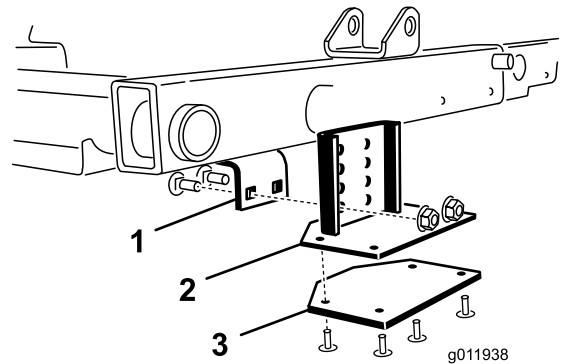

Bild 8
2. Finden Sie die Rahmenhalterung über dem mittleren Mähwerk (Bild 8).
3. Drücken Sie die Frontrolle des mittleren Mähwerks nach unten und ermitteln Sie, welche Löcher in der Kipphalterung mit den Löchern in der Rahmenhalterung ausgefluchtet sein müssen, um denselben Rollenkontakt zu erhalten, wenn die Kipphalterung montiert ist (Bild 8).
4. Senken Sie die Mähwerke ab und befestigen Sie die Kipphalterung mit den zwei Schlossschrauben und den Muttern (liegen der Kipprolle bei) am Rahmen (Bild 8).